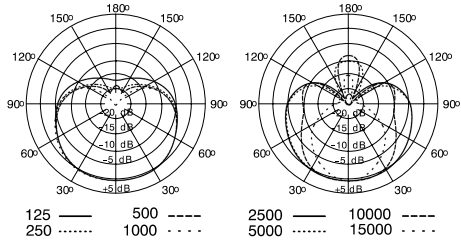

FIGURA 5. PATRONES DE CAPTACION POLAR TIPICOS
**Cardioide.** Capta los sonidos que llegan al micrófono directamente por su parte delantera y ofrece sensibilidad mínima a los sonidos que llegan por su parte trasera. El patrón de cardioide es el utilizado más comúnmente para grabaciones en estudio y presentaciones en vivo. Vea la Figura 5.